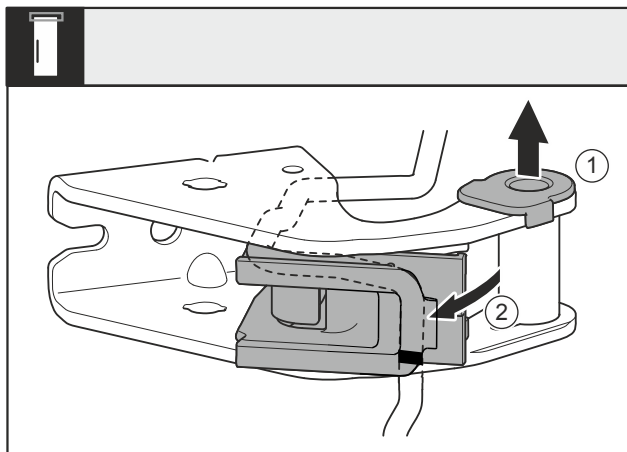

Fig. 26
- Træk hængselsbøsningen Fig. 26 (1) ud af føringen.
- Sving kabelholderen Fig. 26 (2) ud.